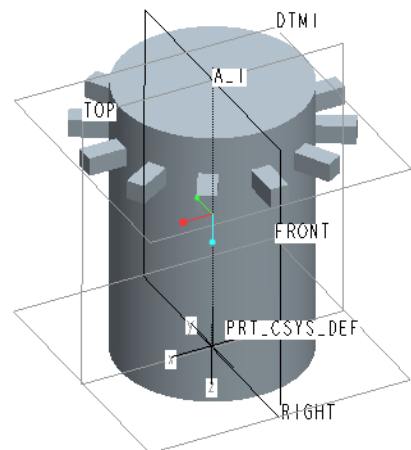

図 13-18 配列された突起
- ・ この状態で「フィーチャー完了」 をクリックすると、以下の配列された突起をもつ以下の図 13-18 が描かれる。